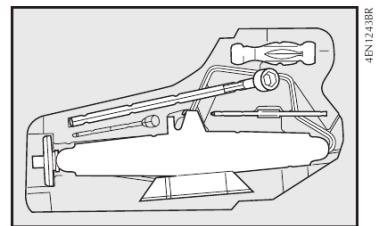

fig. 18
14) Colocar o macaco no suporte das ferramentas **fig. 18**, encaixando de modo a evitar vibrações, ou que se solte durante a marcha;